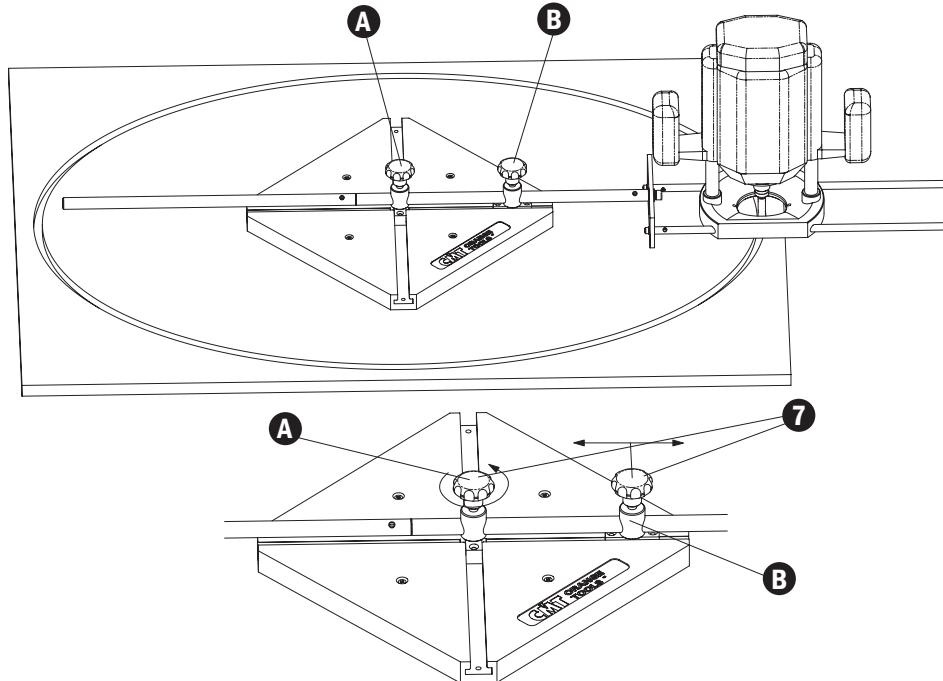

Fig. 6
(Fig.6) Inserire lo scorrevole completo (A) al centro della scanalatura della struttura in plastica (1) e inserire lo scorrevole completo (B) lungo il semiasse maggiore.